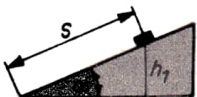

Bild 111
3.53 1. $mgh_1 = \frac{mv_2^2}{2} + \mu_G mgs \cos \alpha$ (Bild 111)